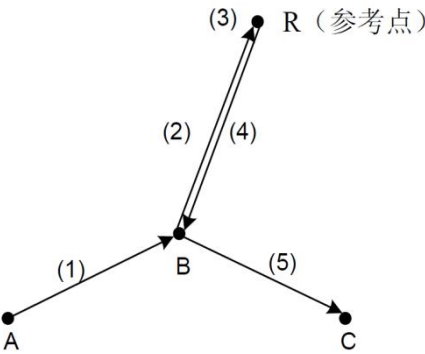

图3-3-1-1
1、G28 程序段的动作可分解成如下（参见图3-3-1-1）：